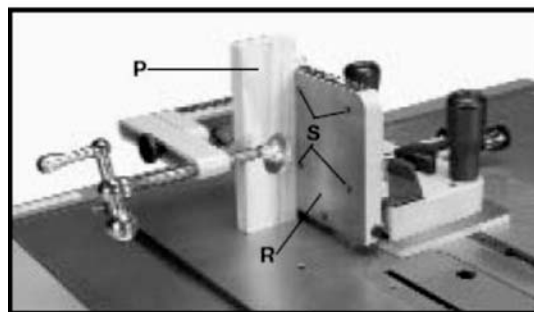

Рисунок 24
7. Деревянный брусок может быть также прикреплен к вертикальному упору (R), Рис. 24, через просверленные отверстия (S) для предотвращения касания устройства с пильным диском при некоторых операциях.